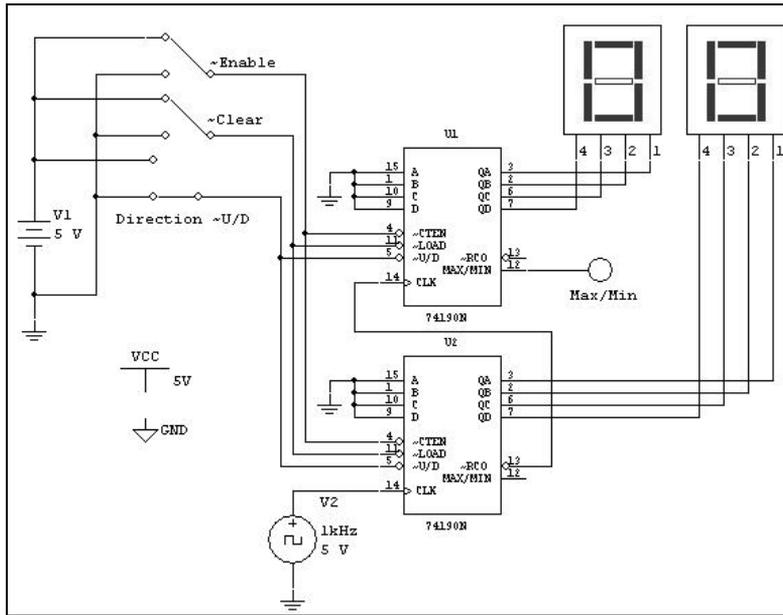

图 P1-1 习题 1-6 电路图
- 1-6 试在 NI Multisim 14 电路仿真工作区中创建如图 P1-1 所示电路，试分析其功能，并进行仿真分析。